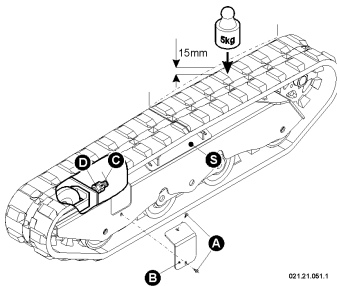

fig. 52 - Regolazione tensione cingoli
- Verificate che la freccia sia di 15mm in prossimità della mezzeria anteriore o posteriore rispetto alla guida centrale "S" del cingolo (v. fig. 52);